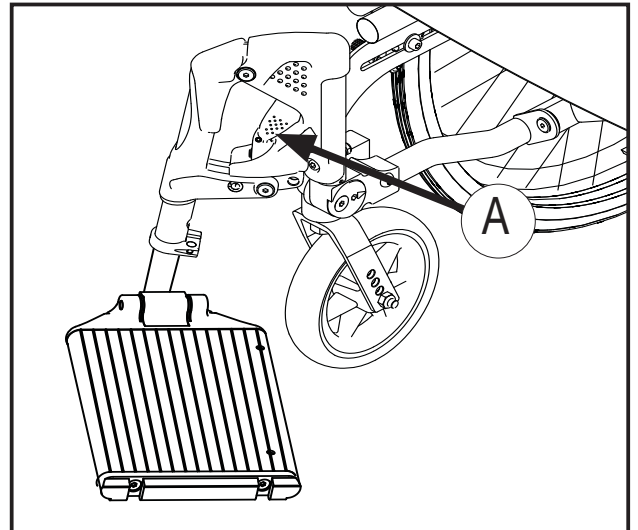

Abbildung 11
*(Durchgehende Fußplatte) Abbildung 11